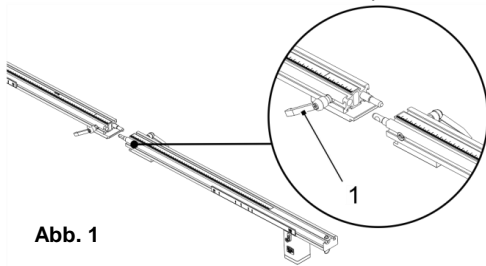

Abb. 1
- Optionale zweiteilige Messschiene zusammenstecken und Arretierhebel (1, Abb. 1) auf beiden Seiten festspannen.